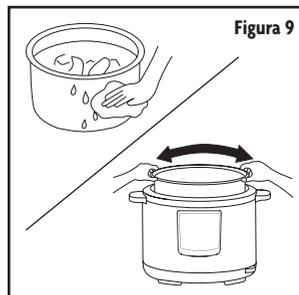

Figura 9
- Quite todos los objetos extraños de la Multicocina y limpie el recipiente interno y el interior de la Multicocina con un paño seco. Coloque el recipiente interno dentro de la Multicocina y gírela levemente para asegurarse de que tenga buen contacto con el elemento calentador. (Consulte la Figura 9.)